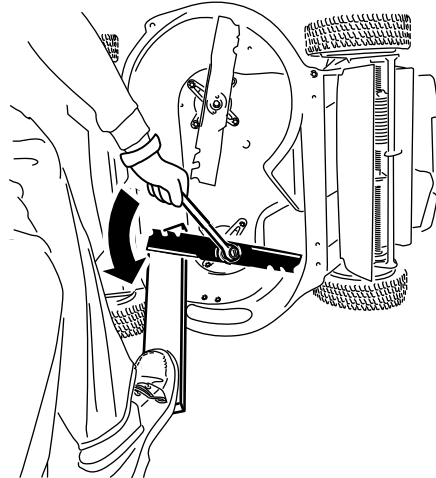

Bild 41
1. Halten Sie jedes Messer mit einem Holzblock fest und drehen Sie die Messerschraube nach links, wie in Bild 41 dargestellt.